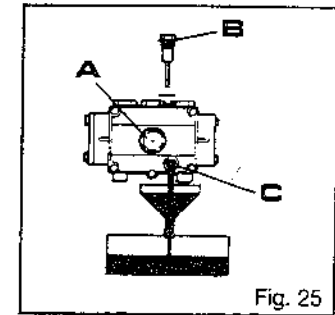

Fig. 25
Den Ölstand in der Hochdruckpumpe periodisch durch das Schauglas (Abb. 25 A) und mittels des Ölkontrollstabes kontrollieren (Abb. 25 B).
- 1) Den Ablasspropfen, der sich unter der Pumpe befindet, abschrauben (Abb. 25 C).